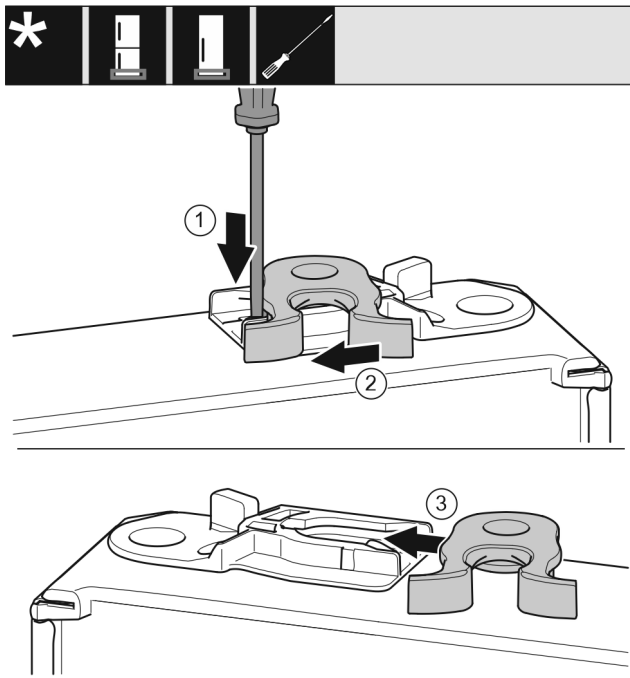

Fig. 33
- За допомогою шліцевої викрутки притисніть накладку Fig. 33 (1) униз.
- Витягніть із напрямної запірний гачок Fig. 33 (2).
- Вставте запірний гачок Fig. 33 (3) у напрямну з іншого боку.